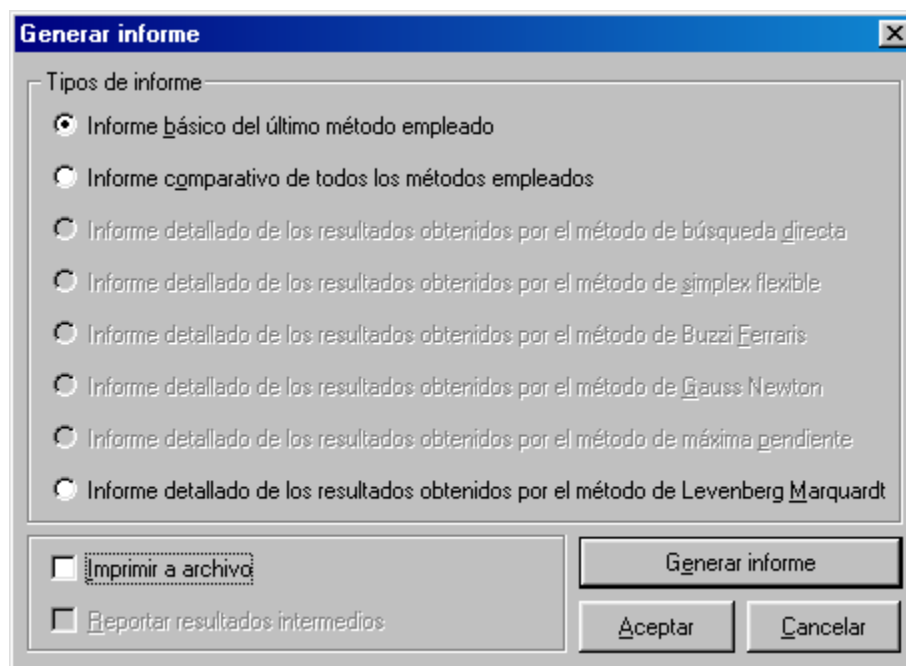

Figura A.7. El cuadro de diálogo Generar informe.
17. Por defecto aparecerá seleccionado como **Tipo de informe** la opción **Informe básico del último método empleado**, deje esta opción como se encuentra y desactive la casilla **Imprimir a archivo**, como se muestra en la figura A.7.